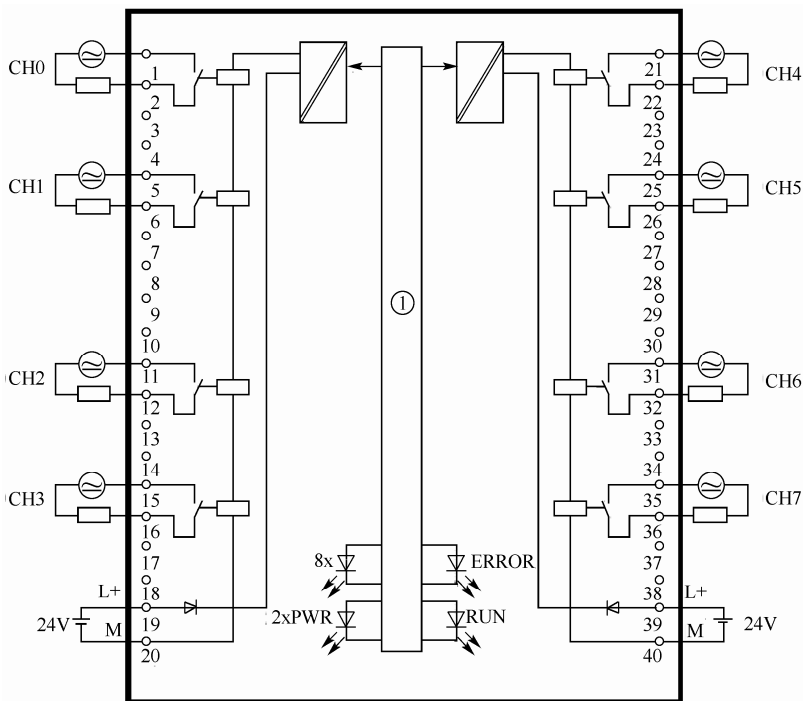

图 2-18 继电器输出的数字量模块（6ES7522-5HF00-0AB0）的接线
③ 继电器输出 接交流和直流负载，响应速度最慢，但应用最广泛。继电器输出的数字量模块（6ES7522-5HF00-0AB0）的接线如图 2-18 所示，有 8 个点输出，每个点为单组一